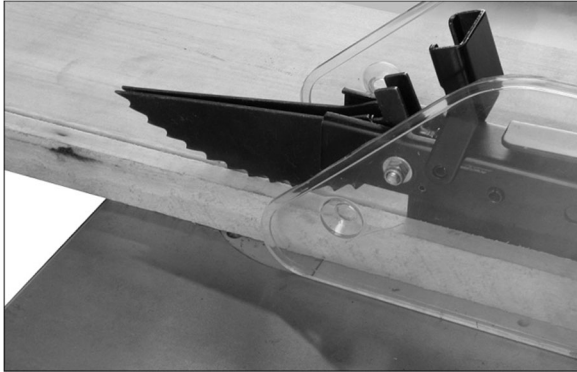

Figura 9-1
- ❑ A medida que se usa la máquina, se debe comprobar periódicamente la operación de los fiadores antirretroceso (Figura 9-1). Si los fiadores no detienen el movimiento inverso de una pieza, reafile todas las puntas.